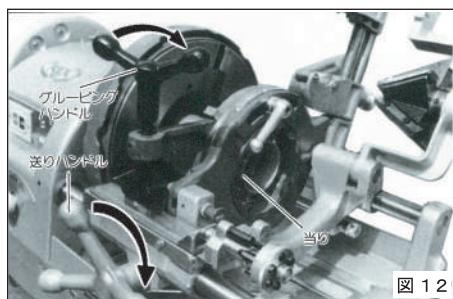

図12
②パイプの先端にダイヘッドの当たりを送りハンドルで軽く当てながら、グルービングハンドルをバイトがパイプに当たるまで右に回してください。(図12)